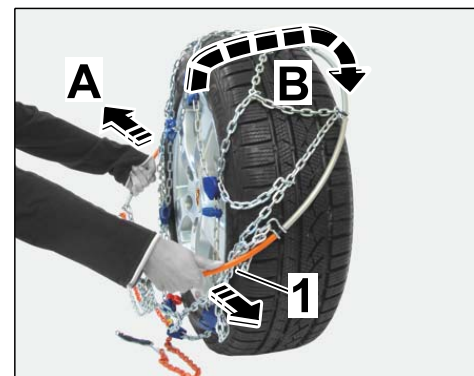

Figura 5
- 2.1.3 Desmontar como máximo los extremos del arco de acero flexible (⇒ Figura 5 -A-).
Guiar la cadena deslizante desde arriba sobre la rueda (⇒ Figura 5 -B-).